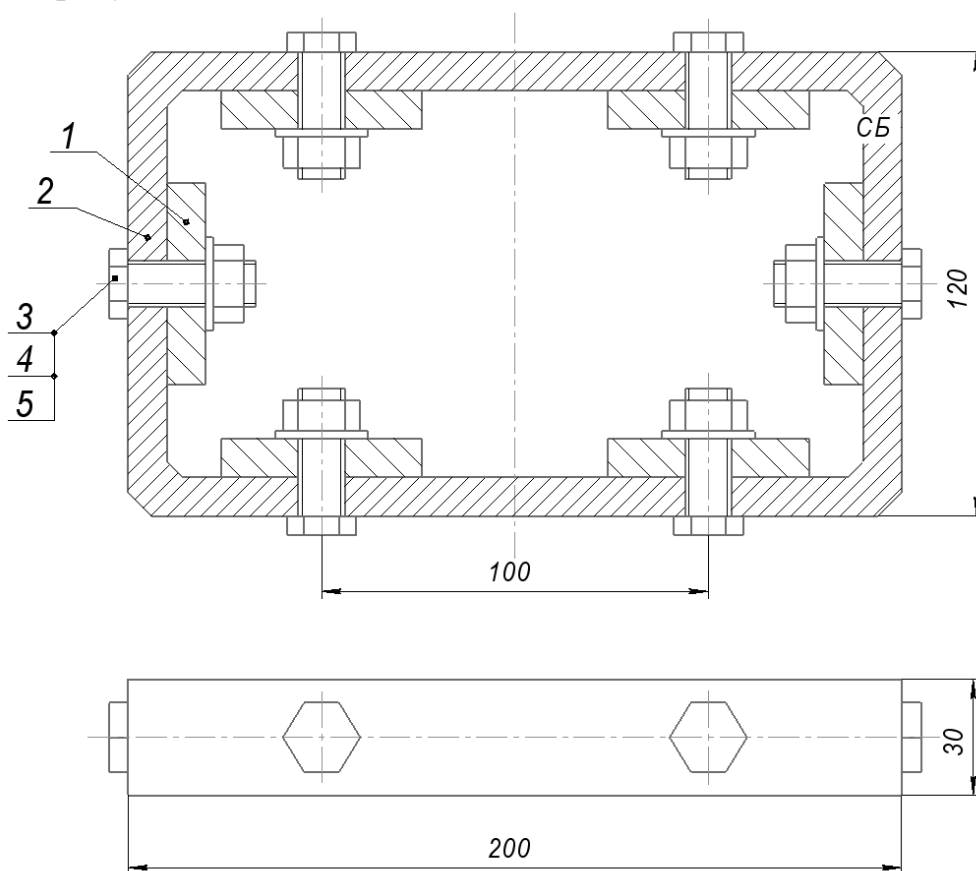

Рисунок 44 – Последовательность выполнения задания
7. Проставьте номера позиций, используя команду «Обозначение позиции» на инструментальной панели «Обозначения» (рисунок 44).
8. Нанесите размеры на чертеже (рисунок 44).